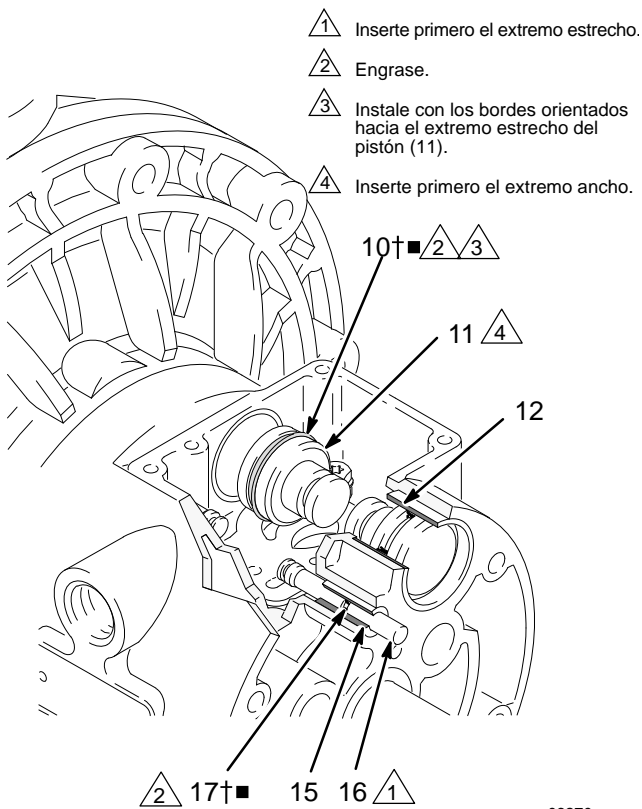

FIG. 8
4. Extraiga los dos pistones de accionamiento (11) de los cojinetes (12). Retire las empaquetaduras de copa en U (10) de los pistones. Extraiga los pasadores piloto (16) de los cojinetes (15). Retire las juntas tóricas (17) de los pasadores piloto. Consulte FIG. 8.
6. Inspeccione los cojinetes (12, 15) sin extraerlos. Consulte FIG. 8. Los cojinetes tienen forma ahusada y, si se encuentran dañados, deben extraerse desde el exterior. Esto requiere desmontar la sección en contacto con el fluido. Ver página 22.
4. Instale una junta tórica (17) en cada pasador de guía (16). Engrase los pasadores y las juntas tóricas. Inserte los pasadores en los cojinetes (15), con el extremo **estrecho** primero. Consulte FIG. 8.
5. Instale una empaquetadura en forma de cubeta en U (10) en cada pistón de accionamiento (11), con los bordes de las empaquetaduras orientadas hacia el extremo **estrecho** de los pistones. Consulte FIG. 8.
6. Lubrique las empaquetaduras de copa en U (10) y los pistones de accionamiento (11). Inserte los pistones de accionamiento en los cojinetes (12), con el extremo **ancho** primero. Deje expuesto el extremo estrecho de los pistones. Consulte FIG. 8.